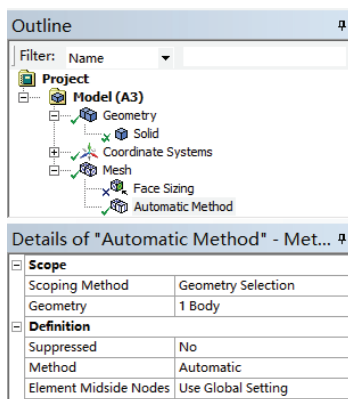

图 4-38 Automatic Method 方法设置与生成的网格模型
3) 单击 Generate，方法设置与生成的网格模型如图 4-38 所示。